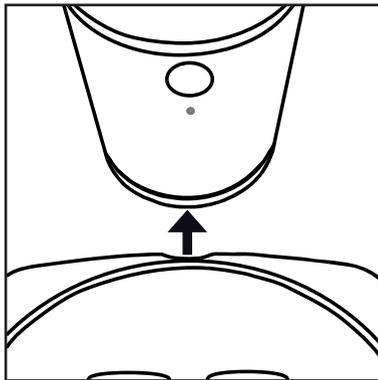

Fig. 1
- 3) Coloque el molde para la mascarilla 13 frente al aparato de forma que la hendidura del borde encaje bajo el aparato y se ajuste a la protuberancia situada debajo del aparato (consulte la fig. 1):